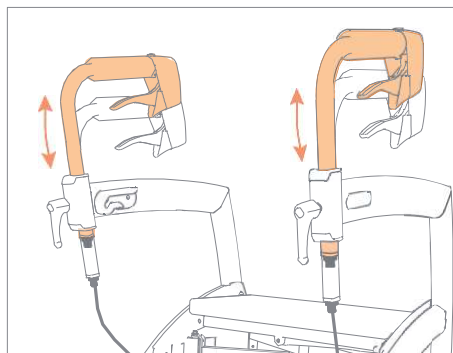

Figura 21: Ajustar la altura correcta.
- Deslice las empuñaduras a la altura correcta (**Figura 21**).